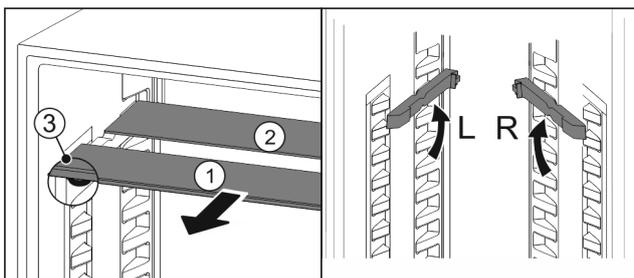

Fig. 60
- ▶ Glasplatten einzeln nach vorne herausziehen Fig. 60 (1).
- ▷ Glasplatte Fig. 60 (1) mit Zierleiste liegt vorne.
- ▷ Stopps Fig. 60 (3) zeigen nach unten.